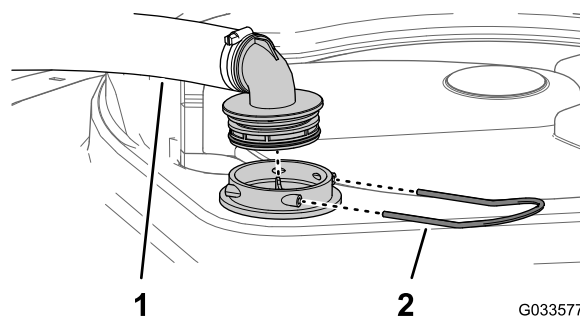

Figura 55
2. Na parte superior do depósito do pulverizador, retire a fixação que prende a união da mangueira unida à tubagem grande da estrutura do filtro (Figura 55).
3. Retire a tubagem e a união da tubagem da estrutura do filtro (Figura 55).